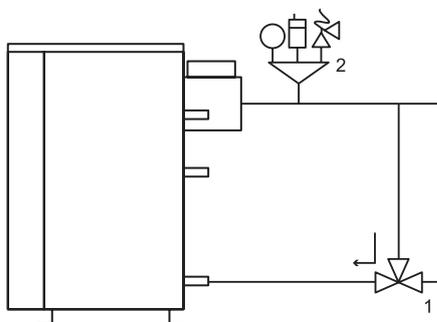

Рис. 10
- При монтаже котлов KOBOLD S необходимо установить на выходе теплоносителя группу безопасности, включающую в себя автоматический воздухоотводчик, манометр и аварийный сбросной клапан (рис.10, поз. 2). Отвод теплоносителя из сбросного клапана необходимо обеспечить в дренажную линию с разрывом струи. При выходе из строя котла по причине отсутствия группы безопасности или расширительного бачка, ремонт будет считаться гарантийным и подлежит оплате владельцем оборудования в полном объеме.
- Для предотвращения температурного перепада между подачей и обратной линией, рекомендуется установить термостатический трехходовой клапан, например ESBE VTC511 (поддерживание температуры обратной линии в котле не ниже 60°C) (Рис.10, поз.1). Повреждения теплообменника, вызванные перепадами температур, не являются гарантийными.